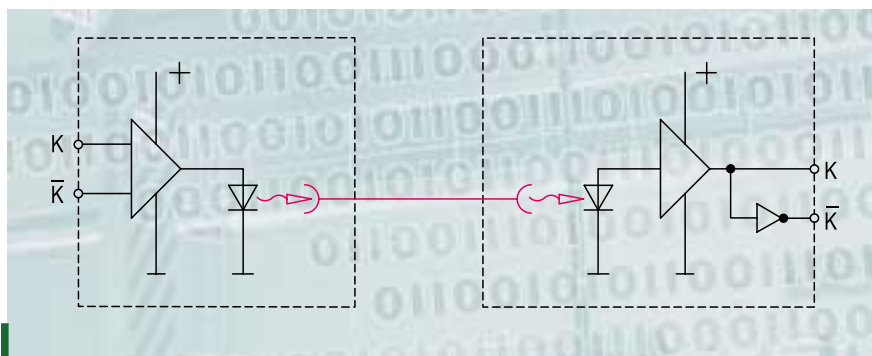

Bild 32: Die Lichtwellen (LWL)-Technik gewährleistet auch bei sehr hoher Störbeeinflussung eine einwandfreie Signalübertragung über lange Kabel.
- Die **Lichtwellenleiter-(LWL)-Module HEAG 171 ➔ 174** mit Glasfaserkabel werden eingesetzt, wenn Rechtecksignale bei extremen Bedingungen zuverlässig übertragen werden sollen (➔ Bild 32).